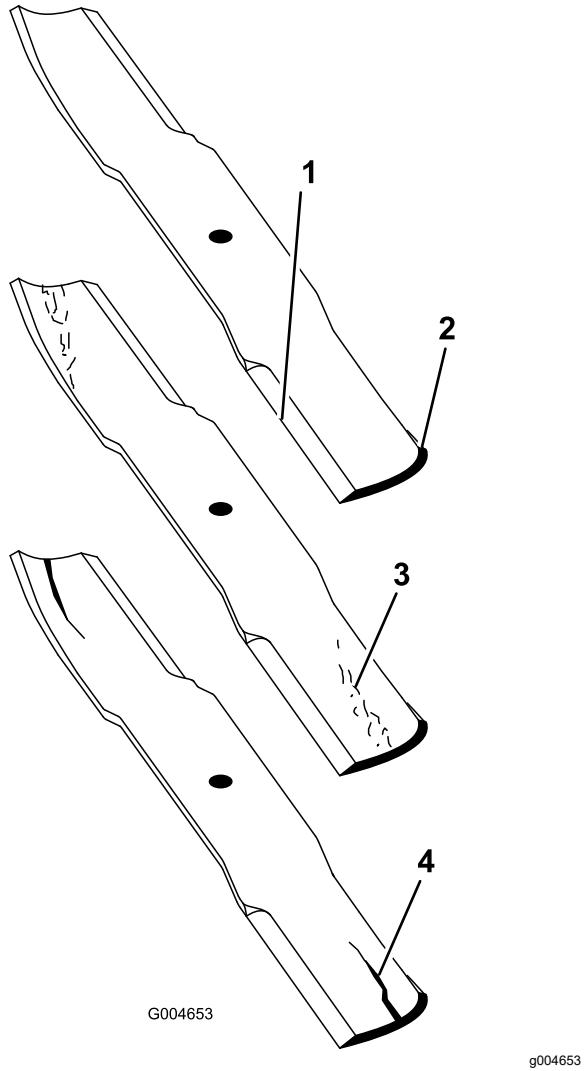

Figure 131
2. Examinez attentivement les tranchants de la lame, particulièrement au point de rencontre de la partie plane et de l'ailette (Figure 131).
**Remarque:** Le sable et les matières abrasives peuvent éroder le métal à cet endroit, c'est pourquoi il est important de contrôler l'état de la lame avant d'utiliser la tondeuse. Remplacez la lame si elle vous semble usée (Figure 131).